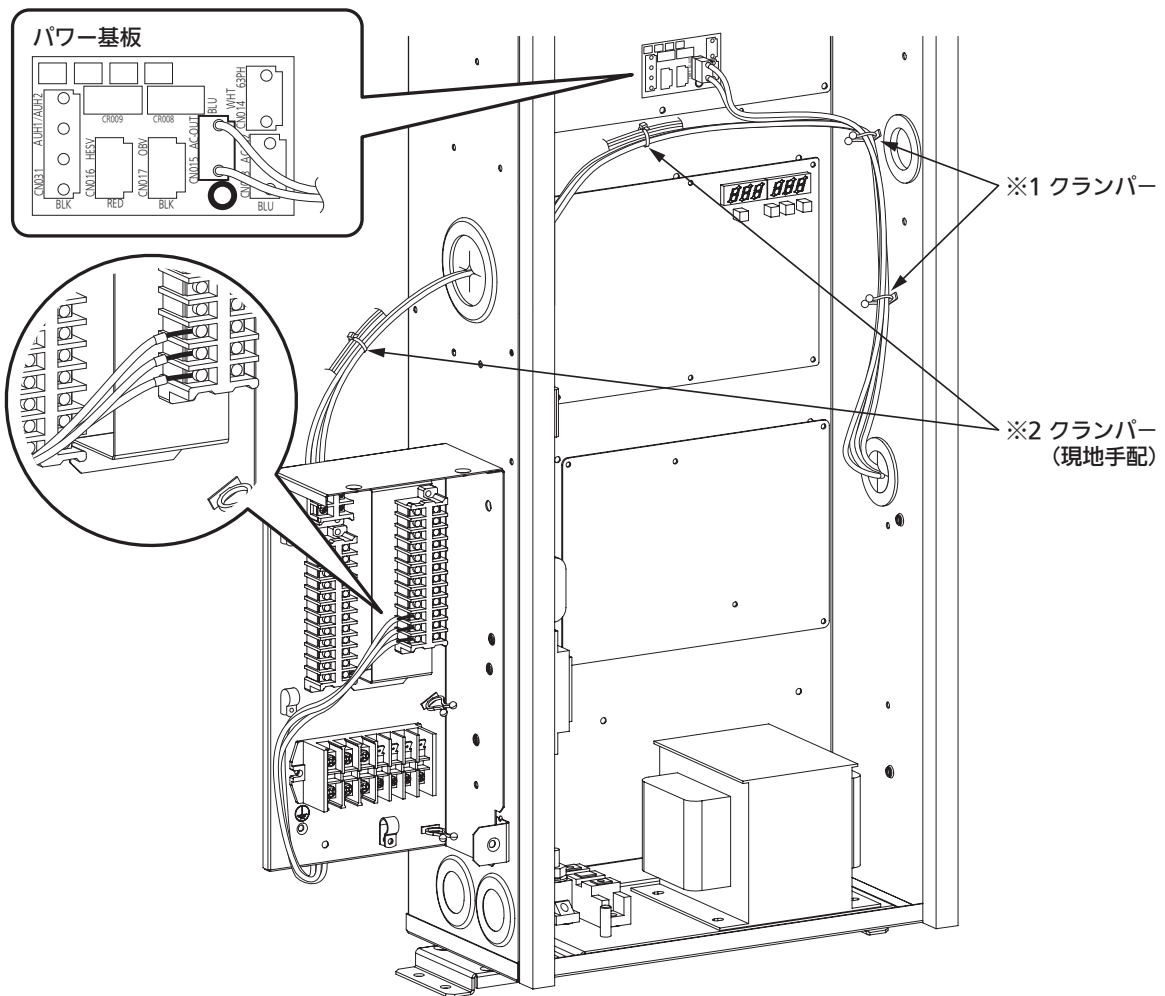

図5
- ① 電装ボックス内の右側面にあるクランパー2箇所配線を共締めしてください。(図5 ※1部参照)
- ② コネクタ(青、3P)をパワー基板のCN015(青、3P)に接続します。
- ③ 保護チューブ付きの配線を左側面上側のアイレットから電装ボックスの外に出してください。
- ④ 端子台ボックスの裏側を通して左下側から保護チューブ付きの配線を引き込んでください。
- ⑤ 端子台ボックスの左側を通し、12P端子台のRS485通信のところと配線色が合うように端子台に取り付けてください。(締付トルク: 0.78~0.86 N・m)
- ⑥ 電装ボックス内と外側に取り出した所をクランパー(現地手配)で他の配線と結束してください。(図5 ※2部参照)